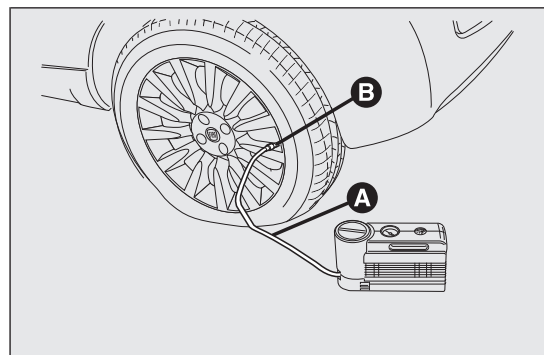

fig. 134
- ☐ serrer le frein à main. Dévisser le capuchon de la valve du pneu, enlever le tuyau flexible de remplissage A fig. 134 et visser la bague B sur la valve du pneu ;